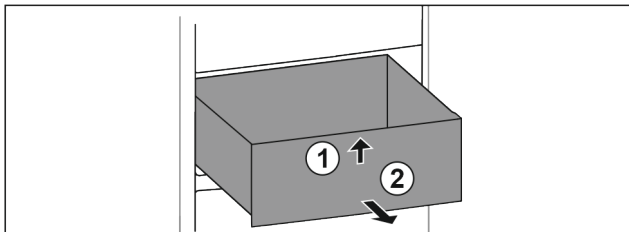

Fig. 70
- ▶ Schubfach vorne anheben. Fig. 70 (1)
- ▶ Schubfach nach vorne entnehmen. Fig. 70 (2)